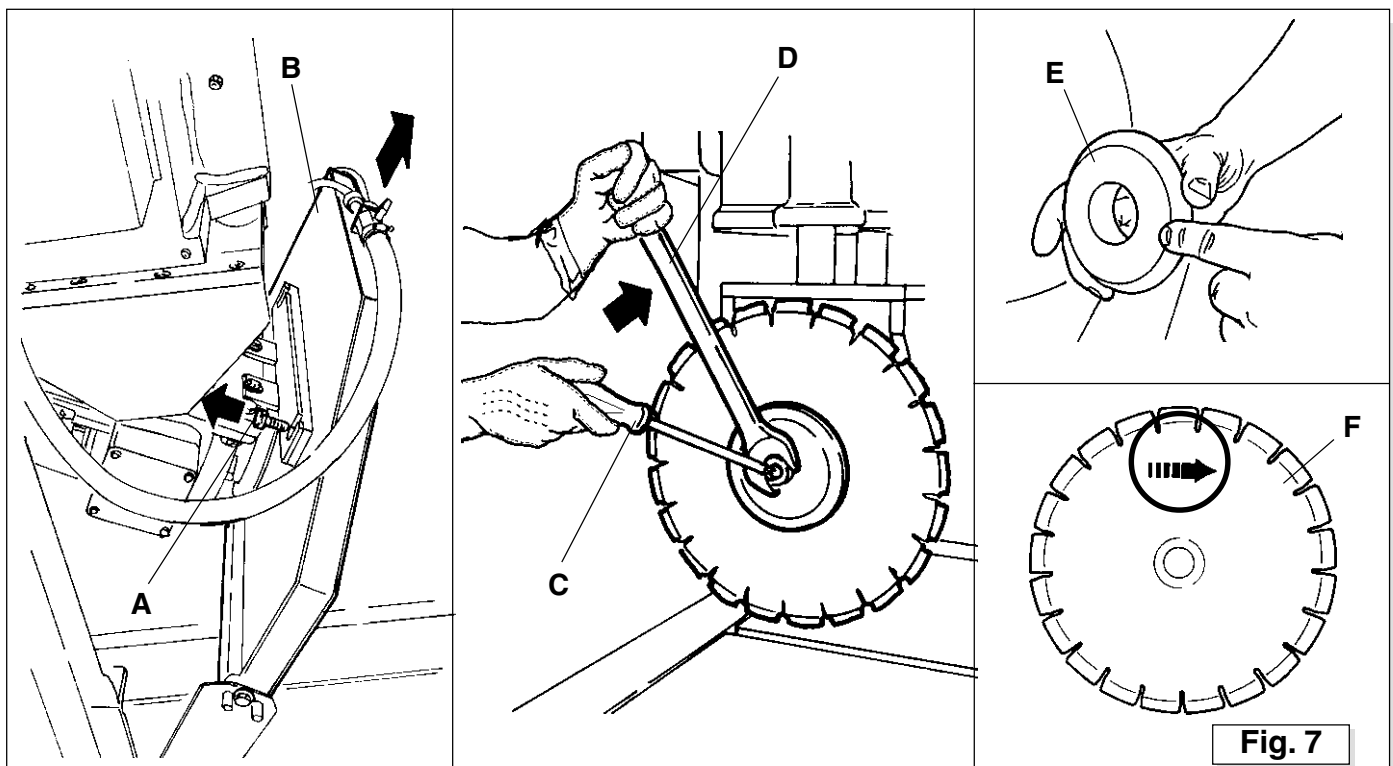

Fig. 7
1. Incliner le disque à 45° et relâcher les 2 vis **A** (Fig. 7) de serrage du carter couvre-disque au moyen d'une clé à douille appropriée et enlever le carter **B** (Fig. 7) de son logement en le soulevant.
2. Sur le mod FRS 51, bloquer l'axe **C** (Fig. 7) du moteur en introduisant une broche dans le trou central; dévisser l'écrou de serrage en le tournant dans le sens des aiguilles d'une montre à l'aide de la clé 30 mm fournie **D** (Fig. 7). Sur les mod. FRS 30-38, il sera nécessaire de bloquer l'axe au moyen d'une clé 6 mm à six pans depuis la calotte arrière du moteur et dévisser l'écrou de serrage en le tournant dans le sens des aiguilles d'une montre avec une clé 19 mm.
3. Après avoir enlevé le disque, contrôler l'état de la bride et de la contre-bride **E** (Fig. 7) et, éventuellement, les nettoyer ou les rectifier avec du papier émeris fin.
NOTA: Quand utilisée la roue de profilage sur le mod. FRS 51, ne montée pas la bride externe **E** (Fig. 7).
4. Monter le nouveau disque en respectant le sens de rotation; en particulier, la flèche gravée sur l'outil **F** (Fig. 7) doit se trouver dans la direction de la flèche qui se trouve sur le carter (dans le sens des aiguilles d'une montre en se trouvant devant).
6. Avant de mettre en marche la machine, s'assurer que le carter de protection du disque soit bien fixé. Remonter le carter de protection en le fixant à l'aide des 2 vis **A** (Fig. 7).